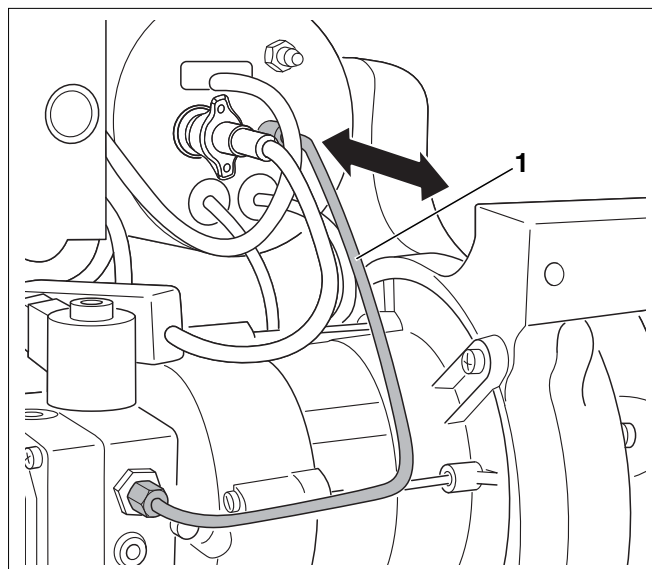

Fig. 54 Comprobación del posicionamiento correcto del sistema de mezcla
- Sacar el conducto de alimentación de gasóleo (fig. 54, **pos. 1**) tal como se lo visualiza aprox. 5 mm y soltarlo.